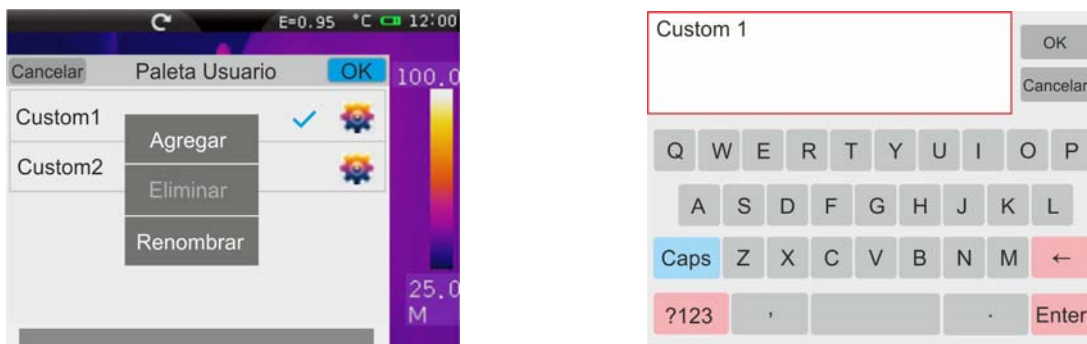

Fig. 49: Personalización del nombre de la paleta Usuario
5. Toque el texto “**Renombrar**” para modificar el nombre de la paleta (Max 8 caracteres). Un teclado virtual interno se muestra en pantalla (vea el Fig. 49). Confirme con “OK” la operación